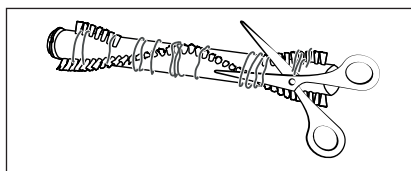

Fig. 28
- 4) Coupez les fils et les cheveux le long des poils du rouleau brosse **21** à l'aide de ciseaux (voir fig. 28). Retirez les fils et les cheveux du rouleau de la brosse **21**.